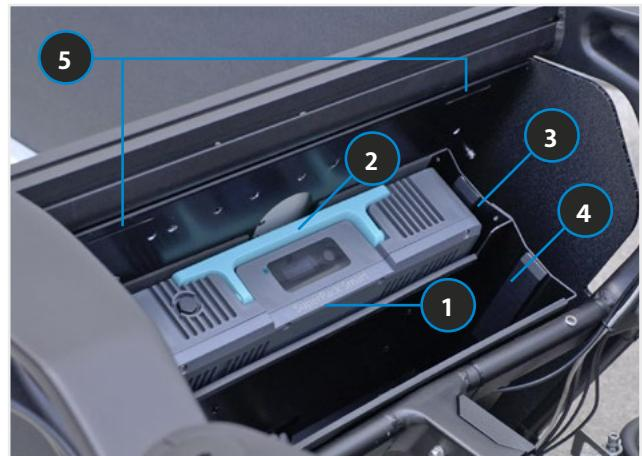

BILD 15 AKKU EINSETZEN
1. Akku vorsichtig von oben und in der korrekten Orientierung einsetzen. Griff muss (im eingeklappten Zustand) nach oben bzw. in Richtung Laderraum zeigen. Siehe Bild 15.